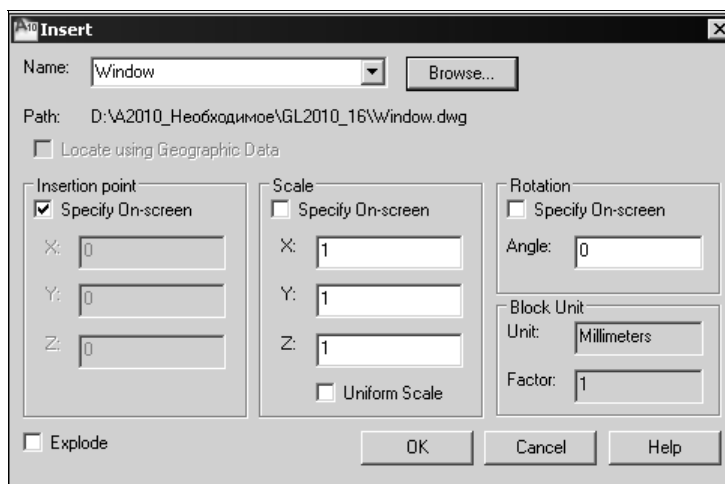

Рис. 16.4. Диалоговое окно для настройки вставки блока
Появится диалоговое окно **Insert** (Вставка блока) (рис. 16.4).
Под выпадающим списком указывается путь к файлу, из которого извлекается блок (см. рис. 16.4), или отсутствует какая-либо запись, если блок находится в текущем чертеже.
6. В диалоговом окне **Insert** (Вставка блока) (см. рис. 16.4) заполните поля в разделах **Scale** (Масштаб) и **Rotation** (Угол поворота). Для любого из этих параметров можно установить флажок **Specify On-screen** (Указать на экране) и задать его в момент вставки. Если блок при вставке необходимо расчленить на отдельные объекты, установите флажок **Explode** (Расчленить).